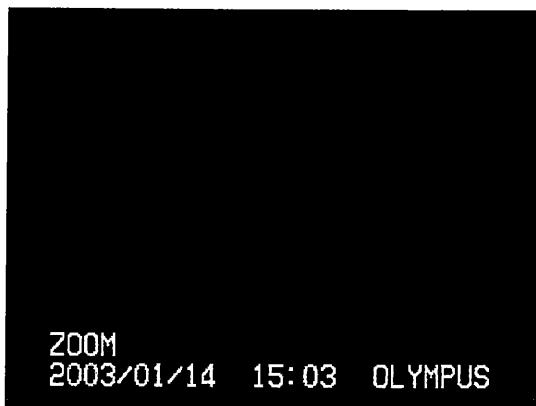

図 4.5
2. 元の大きさの画像に戻すときは、[ZOOM] レバーを [W] 方向に押し、ズームレベル表示が最小になるようにします。元の大きさの画像に戻ると [ZOOM] 表示が消えます。(図 4.5 参照)